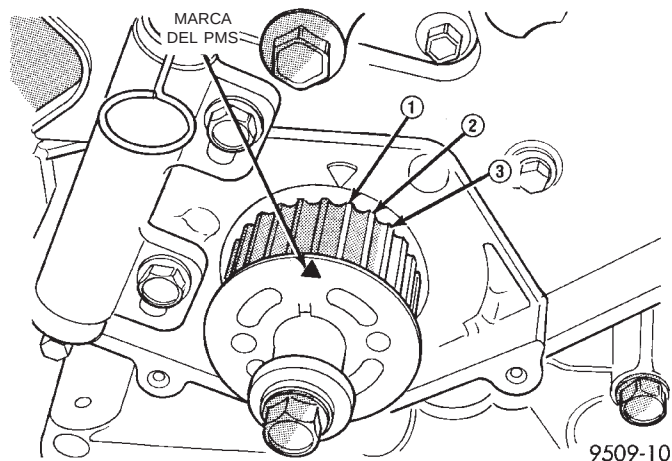

Fig. 67 Sincronización de la rueda dentada del cigüeñal
(4) Coloque la rueda dentada del cigüeñal en el PMS, alineando la rueda con la flecha del cuerpo de la bomba de aceite, después retroceda hasta 3 escotaduras antes del PMS (Fig. 67).